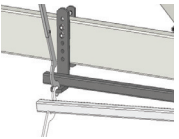

Figure 31
5. Soulevez le vérin de la remorque jusqu'à ce que vous soyez capable de glisser les bras de torsion sur les supports en L. Au besoin, utilisez le levier à crochet. (Figure 31)